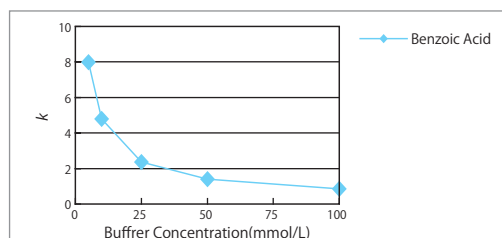

図 4. 塩濃度と保持との関係
- ・塩濃度を高くすると、イオン交換能が抑制され、保持が小さくなります(図4)。